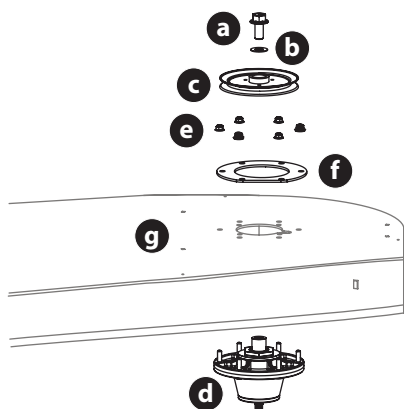
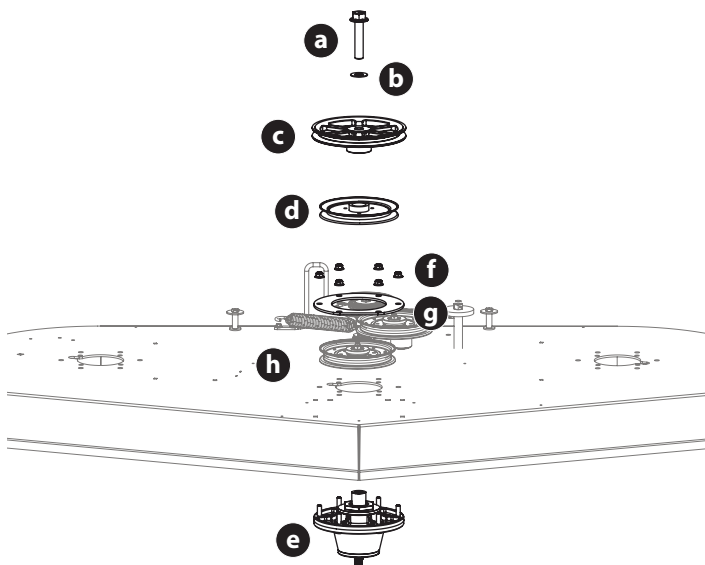

Figura 47
Figura 48
- Para desmontar los conjuntos de husillo izquierdo y derecho (Figura 47 a la página 66):
7. Para desmontar el conjunto del husillo central (Figura 48):
- Retire las seis (6) contratuercas de brida (f) que fijan el conjunto del husillo central (d) (e) y las placas de soporte (g) a la carcasa de la plataforma (h).
9. Invierta el proceso para instalar el conjunto del husillo. Al instalar el nuevo conjunto de husillo, asegúrese de instalar los elementos de ferretería exactamente como se muestra (Figura 47 o Figura 48). Apriete los pernos hexagonales de la brida a 339 N-m (250 ft-lbs) y las tuercas de seguridad con brida a 28-43 N-m (21-32 ft-lbs).